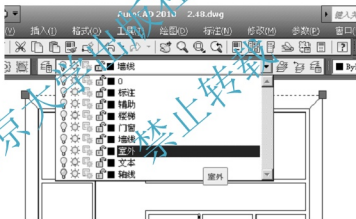

图 2.49 利用【图层】工具栏换图层
(2) 在【图层控制】下拉列表选中【室外】选项,则该图形被换到【室外】图层上,如图 2.49 所示。